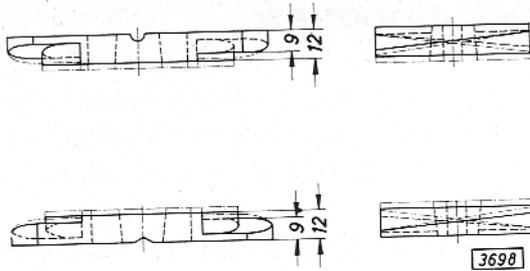

Bild 36 - Änderungsskizze der Spannplatten des Vorderfederspanners S-1158
2. Die Spannplatten des Vorderfederspanners S-1158 sind zwecks besserer Montage nach den Maßen in Bild 36 nachzuarbeiten.